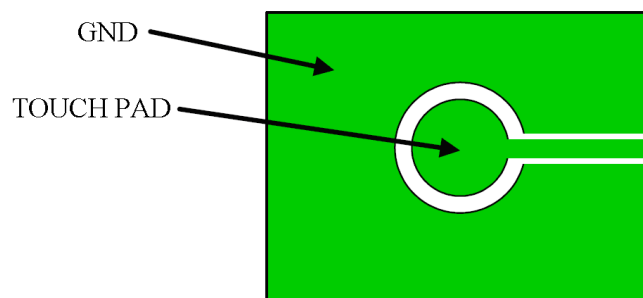

图 6 TOUCH PAD 参考画法
- 4 从 TOUCH PAD 到 IC 管脚 TCH 不要与其他快速跳变的信号线并行或者与其他线交叉。TOUCH PAD 需用 GROUND 保护, 请参考图 6。